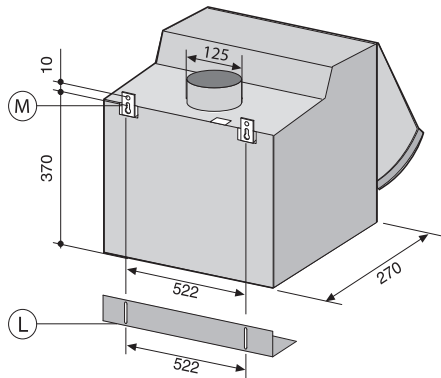

Abb. 2
- 6 Löcher wie in Abb.2 gezeigt bohren.
- Das Distanzstück (L) auf der richtigen Höhe und entsprechend der Tiefe der seitlichen Hängeschränke an der Wand befestigen (Abb.2).
- Die Stellung der oberen Bügel (M) (Abb.2) entsprechend der Tiefe der seitlichen Hängeschränke regulieren.